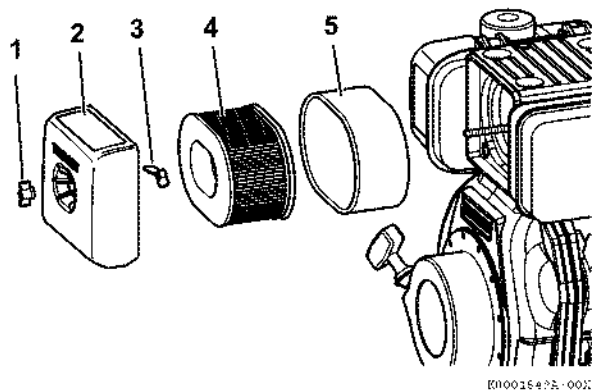

Рис. 70
1. Открутите гайку-барашек (Рис. 70, (1)).
2. Снимите крышку воздушного фильтра (Рис. 70, (2)).
3. Открутите гайку-барашек (Рис. 70, (3)).
4. Выньте фильтрующий элемент (Рис. 70, (4)) (Рис. 70, (5)).
8. Очистите крышку воздушного фильтра (Рис. 70, (2)).
9. Установите фильтрующий элемент (Рис. 70, (4)) в корпус воздушного фильтра.
10. Вложите слой из пены (Рис. 70, (5)) вокруг фильтрующего элемента (Рис. 70, (4)).
11. Установите гайку-барашек (Рис. 70, (3)) и закрутите. Не прикладывайте чрезмерных усилий, закручивая гайку, это может повредить воздушный фильтр.
12. Закройте крышку воздушного фильтра (Рис. 70, (2)).
13. Установите гайку-барашек (Рис. 70, (1)) и закрутите. Не прикладывайте чрезмерных усилий, закручивая гайку, это может повредить воздушный фильтр.